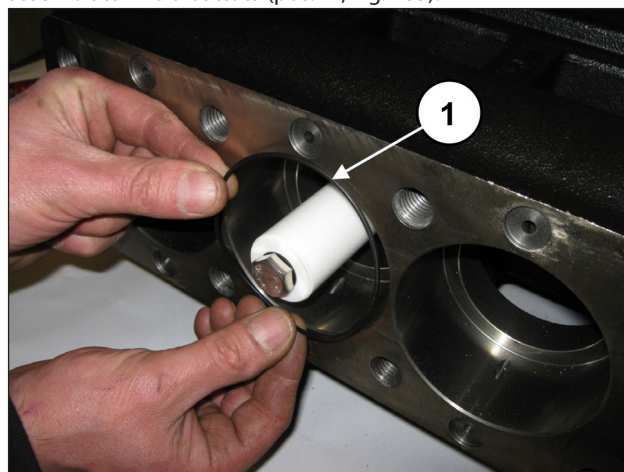
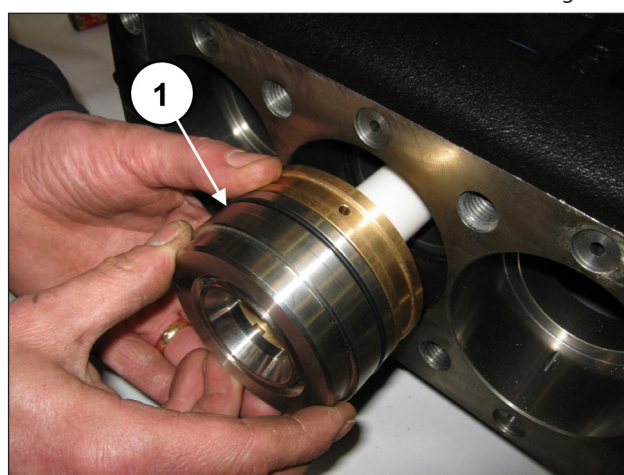

Fig. 184
Fig. 185
Inserire l'O-ring all'interno del carter pompa (pos. ①, Fig. 184) e successivamente il blocco camicia-supporto guarnizione (completo del medesimo O-ring) precedentemente assemblato fino a battuta (pos. ①, Fig. 185).